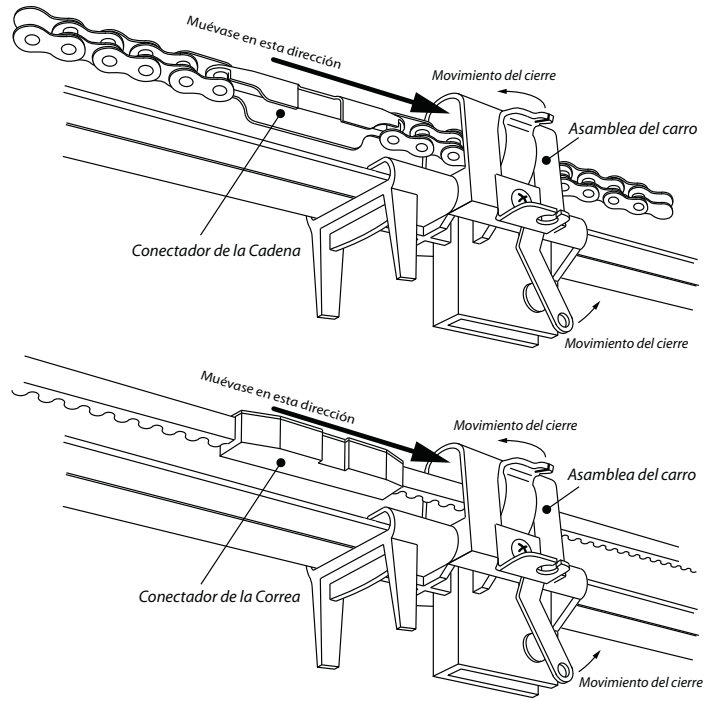

FIG. 6-2 Engrana la cadena/correa al corredizo
1. Oprima y sostenga el botón del "Límite del recorrido de cerrar" hasta que la cadena avance y engrane en el corredizo (FIG 6-2).